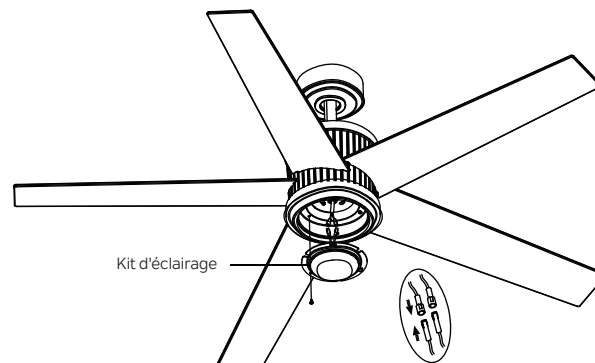

Fig. 20
Étape 1. Tenez le kit d'éclairage près du boîtier de l'interrupteur et raccordez les fils BLANC du kit d'éclairage et du ventilateur en poussant les connecteurs ensemble. Suivez la même procédure avec les fils NOIRS. (Fig. 20)
Étape 2. Rentrez soigneusement les raccordements dans le kit d'éclairage. Retirez l'une des trois vis préinstallées sur le boîtier de l'interrupteur et conservez-la pour une utilisation ultérieure. Desserrez les 2 autres vis (ne les retirez pas). Placez les deux trous de fente sur le kit d'éclairage sur les 2 vis précédemment desserrées depuis le boîtier de l'interrupteur. Faites pivoter le kit d'éclairage jusqu'à ce qu'il se verrouille en place à l'extrémité étroite des trous de clé. Fixez en serrant les 2 vis précédemment desserrées et celle précédemment retirée. (Fig. 20)